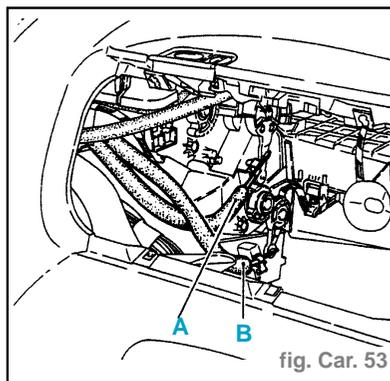

fig. Car. 53
- Ensuite quelque soit le câble à déposer, il est nécessaire de désaccoupler les trois câbles au niveau de la répartition d'air (A), du mixage d'air (B) et du volet d'entrée d'air (fig. Car. 53)